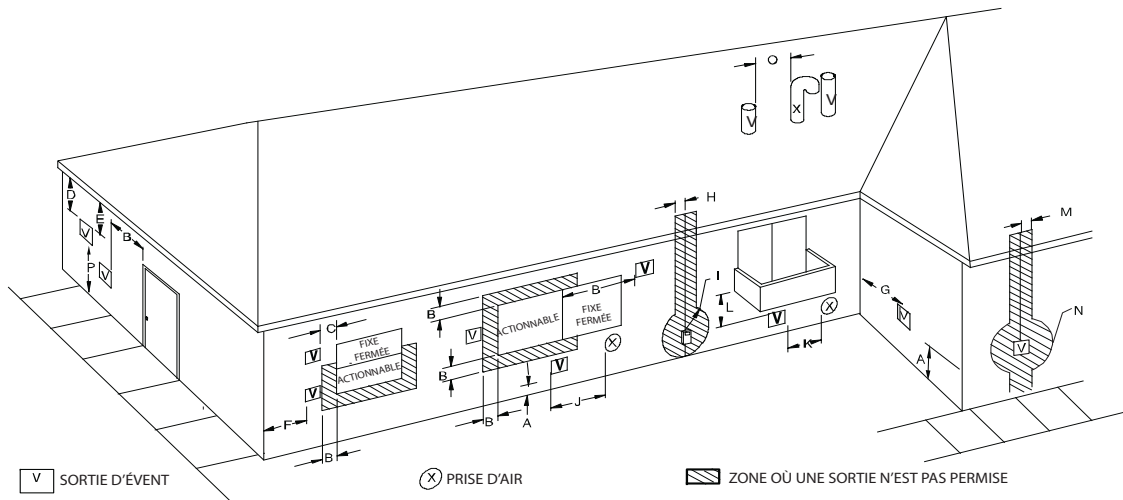
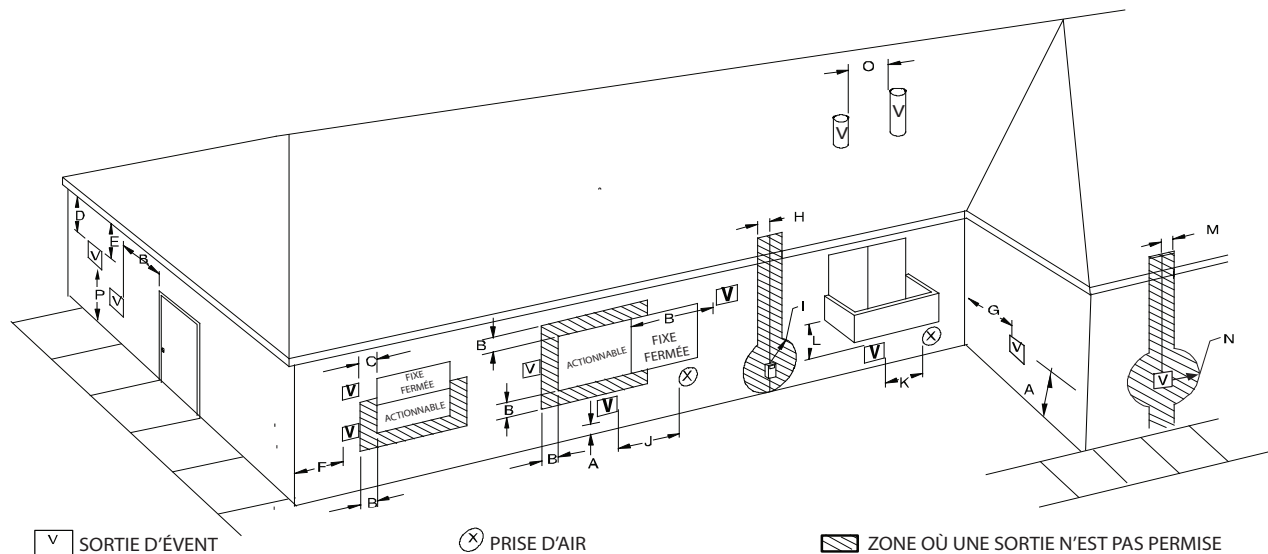

Figure 43 – Dégagement de sortie d'évacuation directe
Figure 44 – Dégagement des sorties des systèmes à air de combustion ventilé et à évacuation indirecte
Dans un système à évacuation directe (deux tuyaux), l'air de combustion en entier est prélevé directement de l'extérieur et tous les produits de combustion sont évacués vers l'extérieur. Les tuyaux d'air de combustion et d'évent doivent déboucher ensemble, dans la même zone de pression atmosphérique, que ce soit par un mur latéral ou par un toit (la sortie par un toit est à privilégier). Consultez la Figure 43 pour connaître les exigences de dégagement du code national.
Dans le cas d'un système à air de combustion ventilé, l'évent aboutit et évacue les produits de combustion directement à l'extérieur, comme dans un système à évacuation directe. Pour connaître les exigences de dégagement du code national, consultez la Figure 44.
Pour connaître les dégagements de terminaison d'évent, consultez les codes nationaux présentés à la Figure 43 pour un système à ventilation directe/à deux tuyaux et à la Figure 44 pour un système à air de combustion ventilé. Pour connaître la disposition des terminaisons extérieures, consultez la Figure 40 pour un système à ventilation directe / à deux tuyaux et la Figure 41 pour un système à air de combustion ventilé. Communiquez avec les responsables des codes locaux pour connaître les autres exigences des codes nationaux présentés dans ces figures ou les dérogations à ces exigences.
1. Se conformer à toutes les exigences en matière de dégagements, comme indiqué à la Figure 43 ou à la Figure 44 selon le cas.
Les tuyaux d'air de combustion et d'évacuation du système à évacuation directe (à deux tuyaux) doivent se terminer à l'extérieur de la structure. Pour connaître les exigences relatives aux dégagements des événements du code national, consultez la Figure 43. Les sorties d'air de combustion et d'évacuation admissibles sont indiquées à la Figure 40.
Le tuyau d'évent d'un système à air de combustion ventilé doit se terminer à l'extérieur. Consultez la Figure 44 pour connaître les exigences de dégagement du tuyau d'évent du code national. Les sorties d'évacuation admissibles sont indiquées à la Figure 41. Le tuyau d'air de combustion se termine dans un grenier ou un vide sanitaire bien aéré. Conformez-vous aux dégagements indiqués à la Figure 48.